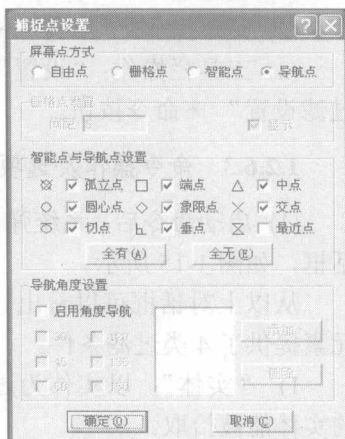

图 1-13 “捕捉点设置”对话框
(1) 单击屏幕右下角的点捕捉状态设置区,选择屏幕点捕捉方式。
(2) 菜单操作:“工具”→“捕捉点设置”。勾选点的“屏幕点方式”,即“自由点”、“智能点”、“栅格点”和“导航点”4种方式,如图 1-13 所示。
(3) 工具栏操作:“设置”工具栏中  命令按钮。
(4) 切换 F6 功能键。